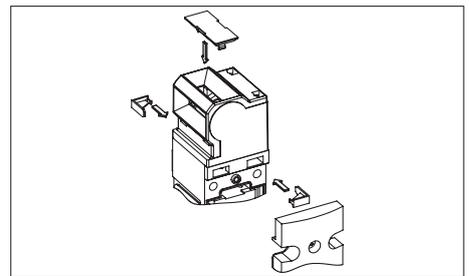

Bild 2: Sicherungскеile einsetzen, Betätigungsschlitz verschließen
3. Optional: Beiliegende Sicherungскеile zum Verdrehschutz einsetzen (siehe Bild 2).
4. Nicht benutzten Betätigungsschlitz mit beiliegender Schlitzaufdeckung verschließen (siehe Bild 2).